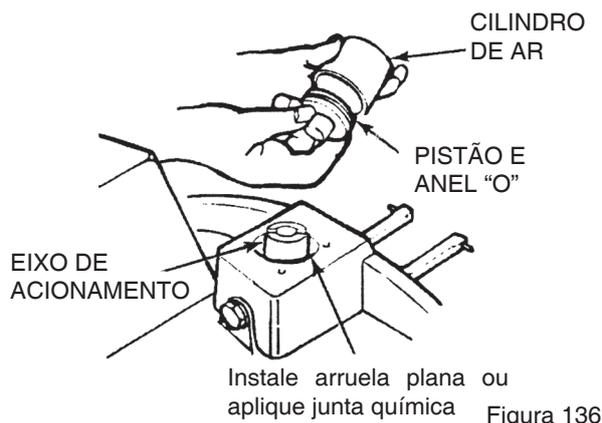

Figura 135
6. Mantenha o garfo do anel de engrenamento em sua posição. Instale a mola de retorno do eixo de acionamento através da abertura para o eixo na caixa do diferencial, através do furo do garfo e dentro do alojamento para a mola. Figura 135.